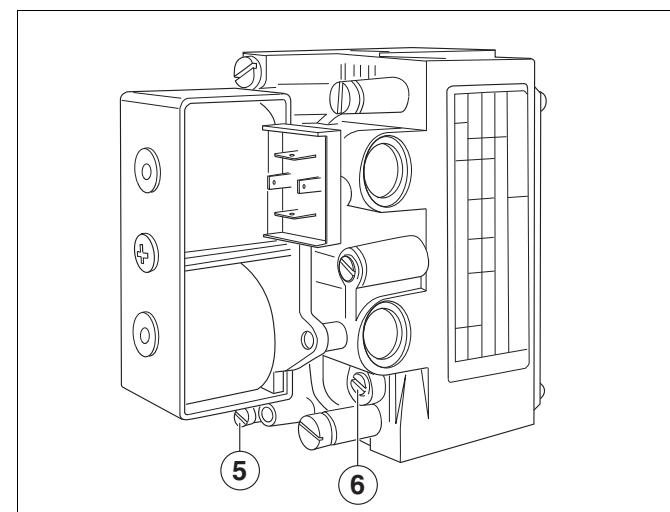

图 5 SIT 830 Tandem 气体燃烧器组件
- 取下排气开口上的保护盖（图 5）。
- 打开组件 10 秒钟后，轻轻点击即可在 V 型管压力计上读取等级压力，沿正负方向旋转启动负载螺栓（图 5）进行设置，